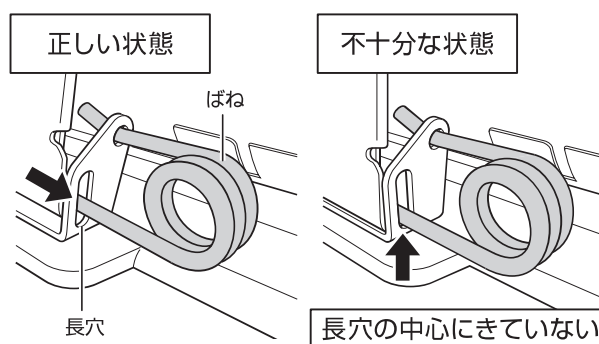

図 10 ばねに力がかかっているか確認
5. フックの下側にあるばねに力がかかっている（長穴の中心部にはばねがある）ことを確認してください。（図 10 参照）